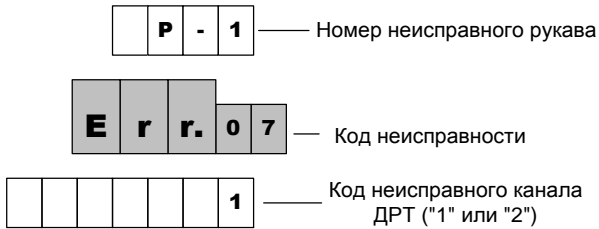

Рисунок 6
10.9 Если используются двухканальные ДРТ типа "двухканальный", то при выходе из строя одного из каналов ДРТ устройство отключает двигатель колонки после поступления третьего импульса по исправному каналу. На табло устройства после выключения двигателя колонки выводится информация (рис. 6) о неисправности в виде кода ошибки "**Err.07**", номера неисправного рукава и номера неисправного канала ДРТ. Сброс информации происходит после отключения питания устройства.